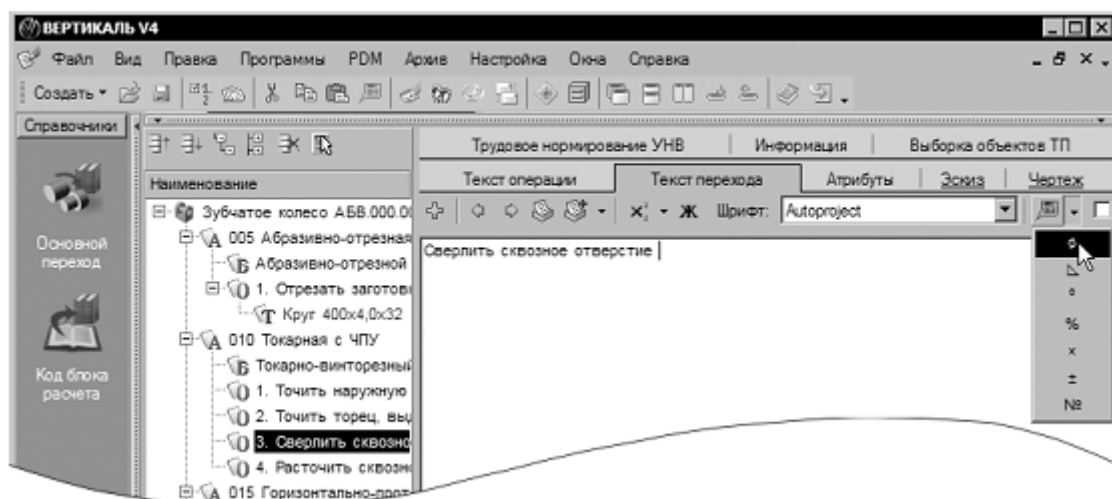

Рисунок 5.
12. В переходе 3 той же операции укажите диаметр отверстия вручную. Знак диаметра выберите из раскрывающегося списка кнопки Вставить спец. символ (рис. 5). Значение диаметра – 17 мм.